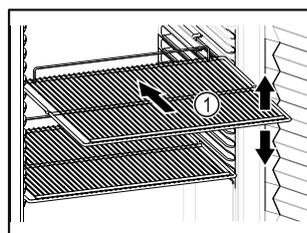

Fig. 86 Representación a modo de ejemplo
- Si los estantes de rejilla Fig. 86 (1) se pueden colocar en distintas posiciones, ajustarlos en altura.